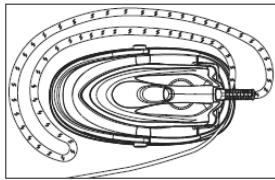
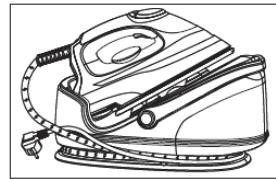

Fig.11
Fig.14
3. Plaats het strijijzer op de basis unit, wikkel het kabel met de klok mee rond de kabel opslag. Bevestig het kabel en netsnoer aan elkaar, en draai deze rond de kabel opslag. (Fig.11-Fig.14)